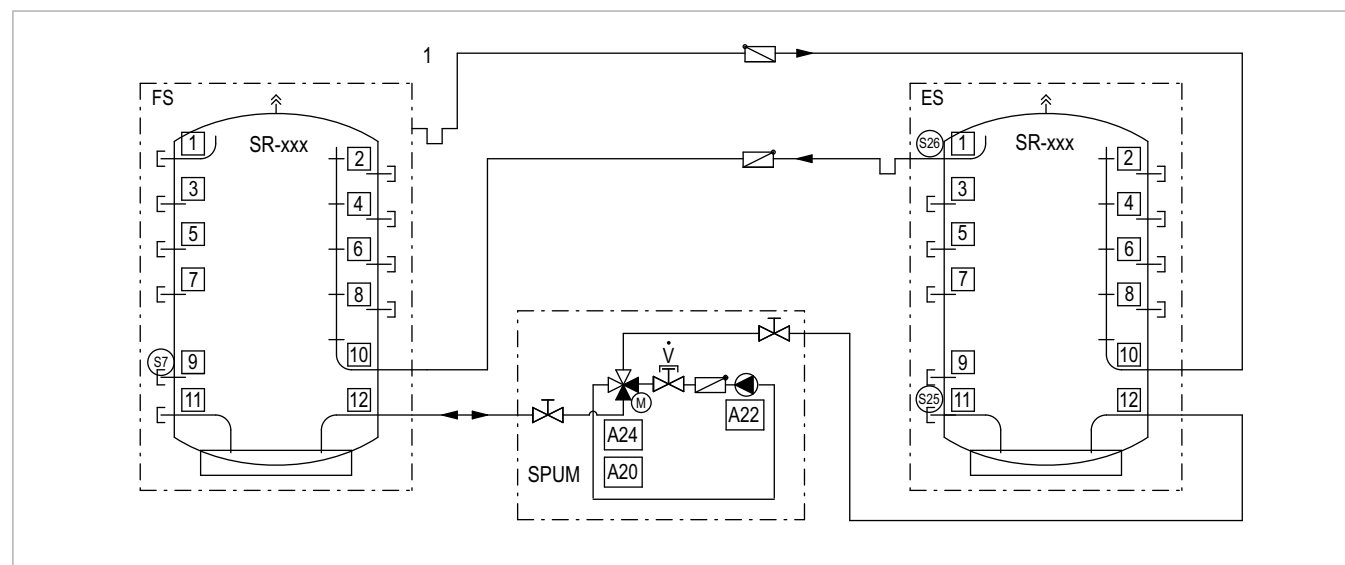

Fig. 15: Schema del set per il trasferimento del carico dell'accumulatore
Il set per il trasferimento del carico dell'accumulatore SV-3 è concepito per il collegamento di un ulteriore accumulatore a stratificazione SolvisStrato, come accumulatore di ampliamento (ES), con un SolvisStrato già installato, come accumulatore principale (FS), nel sistema SolvisVital 3. Mediante una valvola di commutazione a 4 vie motorizzata, il caricamento può essere eseguito dall'accumulatore principale all'accumulatore di ampliamento oppure al contrario. Per il montaggio del sistema si deve osservare la posizione e la direzione di montaggio del sistema antiriflusso RV (valvola di non ritorno a molla), vedere la ➔ Fig. 15.
1. Collegare la pompa (6) con valvola di non ritorno 20 mbar (5), rubinetti a sfera (4), valvola di compensazione (3) e miscelatore a 4 vie (1) come riportato nella figura. Predisporre al riguardo, sul posto, una tubazione di collegamento tra la valvola di compensazione e il miscelatore a 4 vie (2).
2. Provvedere inoltre alla tubazione che collega il miscelatore a 4 vie e le valvole di non ritorno (7) agli accumulatori come riportato nello schema dell'impianto (vedi ➔ fig. 15).
1. Applicare sulle sonde la pasta termoconduttrice e inserirle nelle apposite bocche (vedi → fig. 15).